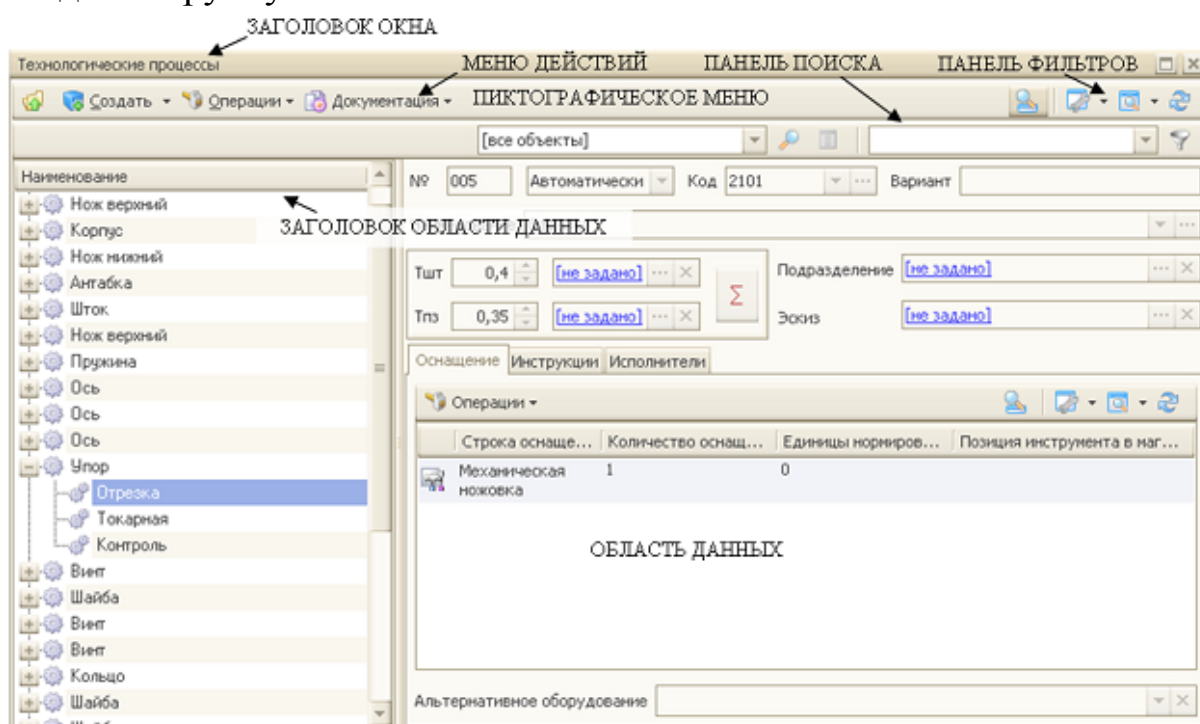

Рис. 11 Вид рабочего окна с отображением заголовка и панели кнопок
- показать/скрыть заголовок окна (рис. 11);